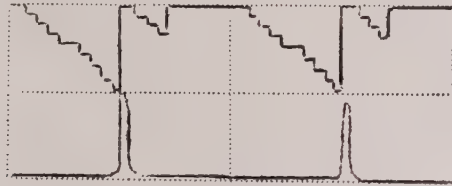

FIG. 3.4. OSCILLOSCOPE DISPLAY OF GATE MODE AND TRIGGER OUTPUT.
20. POSITION CHAN 2 SCOPE TRACE FOR DISPLAY AS SHOWN IN FIG. 3.4.